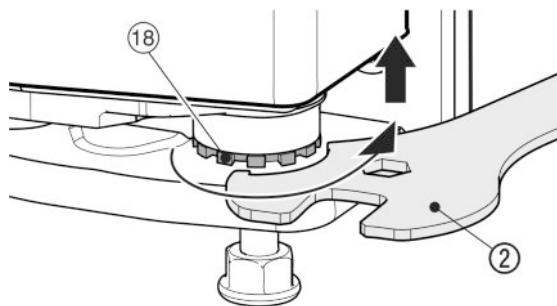

Fig. 18
- ▶ Pentru ridicarea ușii, deșurubați spre dreapta bolțul de lagăr Fig. 18 (18) cu cheia fixă Fig. 18 (2) livrată. Bolțul suport este înșurubat complet la livrare.